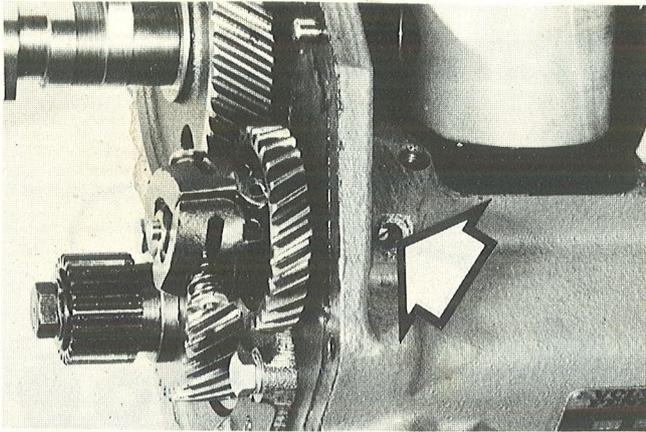

Figure 48.
2. Enlevez la vis de butée sur le côté droit du moteur, vu du régulateur, voir figure 48.